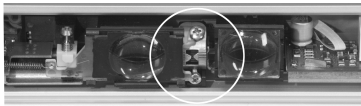

Abbildung 5.2 Montage Master / Slave-Modul
1. Stellen Sie mit Hilfe des Chassishebels das Modul auf den 1. Strich der Markierung am Modulhalter (siehe Abbildung 5.2) ein und fixieren es mittels der M3 Schraube (g).
- Achten Sie darauf, dass der Dorn des Modulhalters sauber in die Bohrung des Chassis einrastet. Die Chassis-Lasche muss in der Mitte des Modulhalters sichtbar sein. (Abbildung 5.2 Kreis)